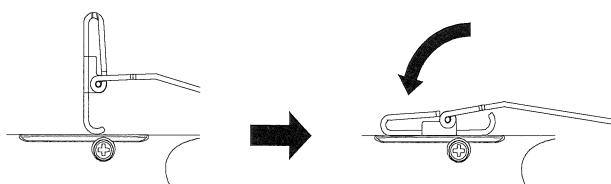

図4
- (7) 図4のように本体のレバーをストッパーの前に倒しながら押して下さい。